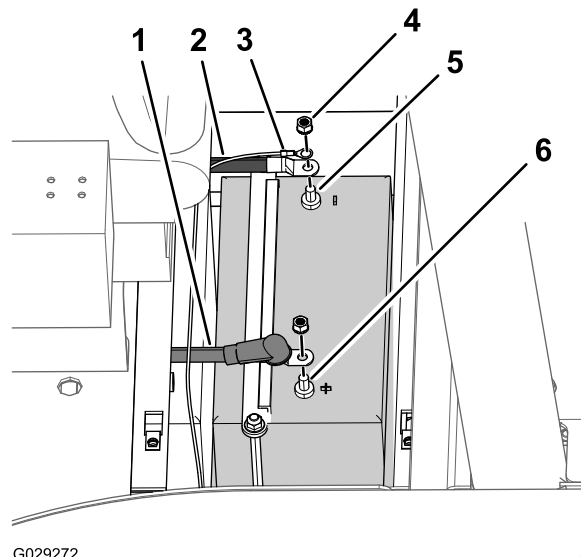

Рисунок 121
6. Отверните гайку со стопорной шайбой (3/8 дюйма), которая крепит отрицательный кабель аккумулятора с круглой клеммой к отрицательной клемме аккумулятора, и отсоедините кабель от аккумулятора (Рисунок 121).
7. Оттяните назад изоляционный колпачок и отверните гайку со стопорной шайбой (3/8 дюйма), которая крепит положительный кабель аккумулятора с круглой клеммой к положительной клемме аккумулятора, и отсоедините этот кабель от аккумулятора (Рисунок 121).
1. Подсоедините положительный кабель к положительной клемме аккумулятора (Рисунок 121) с помощью гайки со стопорной шайбой (3/8 дюйма), снятой при выполнении действий, описанных в пункте 7 раздела Подготовка к отсоединению компонентов \(страница 87\).
3. Подсоедините отрицательный кабель к отрицательной клемме аккумулятора (Рисунок 121) с помощью гайки со стопорной шайбой (3/8 дюйма), снятой при выполнении действий, описанных в пункте 6 раздела Подготовка к отсоединению компонентов \(страница 87\).